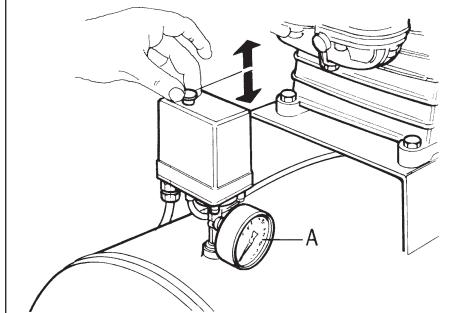
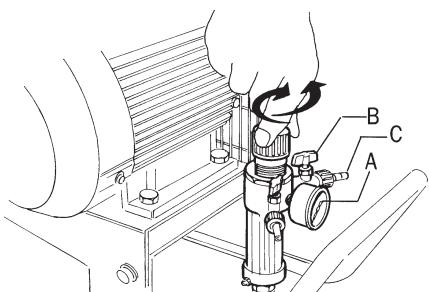

fig. 3
fig. 6
- controleer of de rode drukknop op de pressostaat in de rustpositie "OFF-0" (*fig. 3*) staat.
Om de compressor uit te doen dient men de drukknop in de stoppositie "OFF - 0" naar beneden te duwen (*Fig. 3*).
■ Bij compressoren met een drukregelaar de gewenste druk afstemmen door de regelingsknop (*Fig. 6*), als volgt te bedienen: bij regelaars met handvatten die op de gewenste druk geblokkeerd kunnen worden,
moet men er zeker van zijn dat het handvat vrij en niet geblokkeerd is, voor men begint het handvat voor de regeling te draaien; anders moet men het vrijmaken door het naar boven te trekken totdat men de "klik" heeft overschreden die het blokkeert. De regelingshandvatten laten de uitgangsdruk stijgen wanneer men naar rechts en dalen wanneer men naar links draait. Bij regelaars met kranen mag het openen en het sluiten van het luchtabsoluut niet plaatsvinden door het slagklepje van de kraan met tangen of gereedschappen te bewerken zodat het slagklepje B zelf zou kunnen breken (*Fig. 6*); onder normale omstandigheden vervult de kraan zijn functie zonder bijzondere moeite. Er bestaan twee drukregelaarfamilies waarvan de maximale bedrijfsdruk respectievelijk 8 en 10 bar is, hogere drukken brengen de normale werking in gevaar. De gebruiksdrukwaarde zal op de manometer A (*Fig. 6*), aangegeven staan terwijl de op de manometer A (*Fig. 3*) afgelezen druk de interne druk van het reservoir zal zijn.
- De buis van het apparaat dat men wil aansluiten, aansluiten op luchtauitgangskraan C (*Fig. 6*) en de kraan openen. Nadat men de compressor heeft gebruikt, de kraan sluiten.